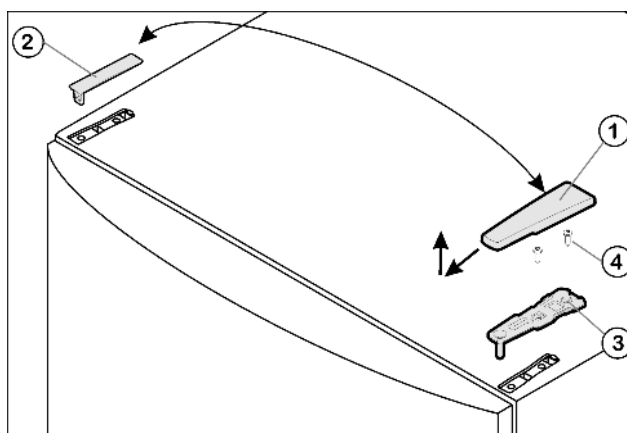

Fig. 4
- ▶ Kryt Fig. 4 (1) stáhněte dopředu a nahoru.
- ▶ Kryt Fig. 4 (2) zvedněte.
- ▶ Horní stojan ložiska Fig. 4 (3) odšroubujte (2 krát Torx® 25) Fig. 4 (4) a stáhněte nahoru.
- Horní stojan ložiska Fig. 4 (3) vložte na nové straně závěsu do dvířek.
- Horní stojan ložiska přišroubujte (s 4 Nm) (2krát Torx® 25) Fig. 4 (4). Díry pro šrouby případně předem propíchněte nebo použijte akumulátorový šroubovák.
- Kryt Fig. 4 (1) a kryt Fig. 4 (2) vždy na opačné straně zvenku nasadte a zaklesněte.